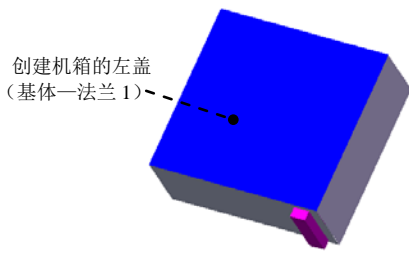

图 17.4.13 创建机箱左盖
Step3. 创建图 17.4.13 所示的基体一法兰 1。